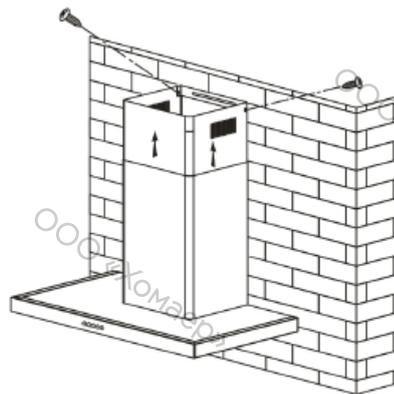

рис. 6
- Поднимите верхний короб к потолку и прикрепите его к скобе при помощи винтов (рис. 6).
- Поднимите верхний короб к потолку и прикрепите его к скобе при помощи 2 винтов (рис. 6).